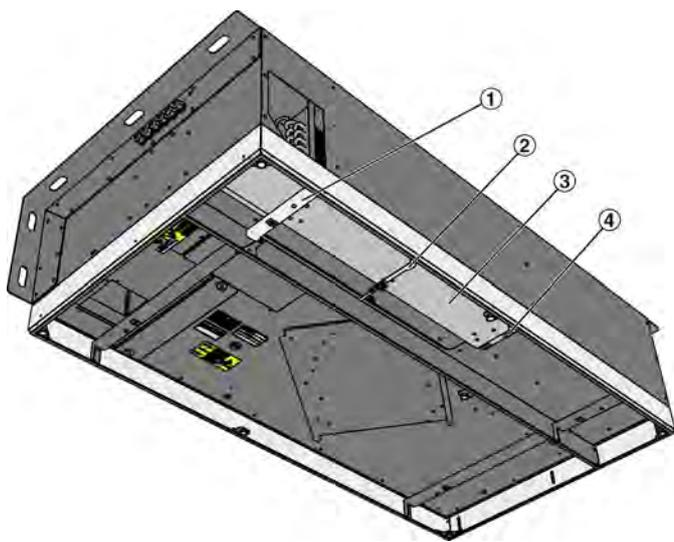

Abb. 77: Kondensatwanne demontieren
3. ▶ Traverse (Abb. 77 /1) demontieren.
4. ▶ Zulufttemperatursensor (Abb. 77 /2) mit Halter demontieren.
5. ▶ Kondensatwanne (Abb. 77 /3) durch Lösen der Drehverschlüsse (Abb. 77 /4) demontieren.
10. ▶ Die Kondensatwanne (Abb. 77 /3) mit handelsüblichen Reinigungs- oder Desinfektionsmitteln reinigen.